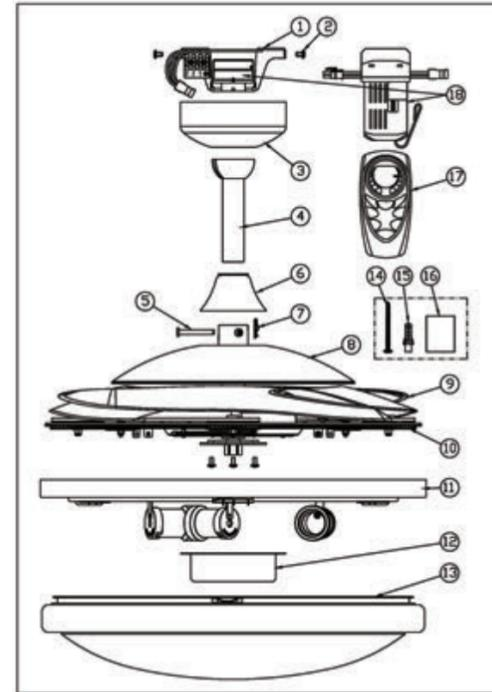

FIGURA 1
Extraiga el ventilador e identifique cuidadosamente las partes. Consulte la FIGURA 1
2) RETIRE EL DOSEL PARA CIELO RASO (NO. 3 - FIGURA 1) AFLOJANDO LOS DOS TORNILLOS CON RANURAS.
- 1) PASE LA VARILLA VERTICAL A TRAVÉS DEL DOSEL PARA CIELO RASO (NO. 3 - FIGURA 1) Y LA CUBIERTA PARA PERNO Y PASADOR (NO. 6 - FIGURA 1).
- 3) INSERTE LA VARILLA VERTICAL (NO. 4 - FIGURA 1) EN LA PARTE SUPERIOR DE LA UNIDAD (NO. 8 - FIGURA 1). ALINEE LOS ORIFICIOS DE LA UNIDAD CON LOS ORIFICIOS DE LA VARILLA VERTICAL E INSERTE EL PERNO (NO. 5 - FIGURA 1). LUEGO, INSERTE EL PASADOR (NO. 7 - FIGURA 1) EN EL EXTREMO DEL PERNO.
- 2) INSERTE EL RECEPTOR DEL CONTROL REMOTO EN EL SOPORTE DE MONTAJE (NO. 1 - FIGURA 1).
- 4) LUEGO, DESLICE EL DOSEL PARA CIELO RASO (NO. 3 - FIGURA 1) SOBRE EL SOPORTE DE MONTAJE UTILIZANDO LOS ORIFICIOS RANURADOS. ALINEE LOS OTROS 2 ORIFICIOS Y LUEGO COLOQUE LOS OTROS 2 TORNILLOS. AJUSTE LOS CUATRO TORNILLOS.